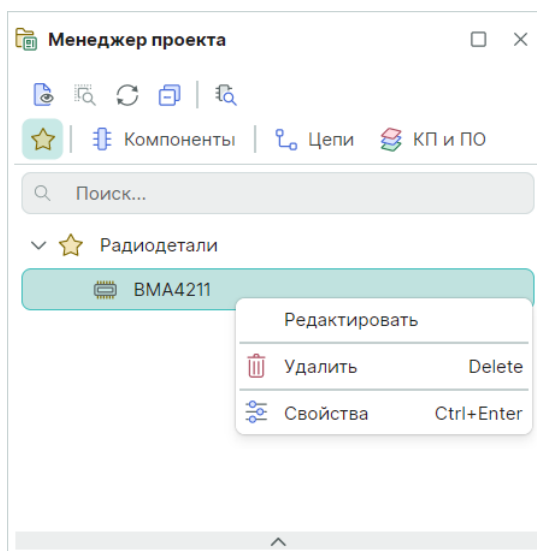

Рис. 49 Действия с компонентом, доступные из контекстного меню
4. Выбранный компонент будет добавлен во вкладку «Избранное» панели «Менеджер проекта». Из контекстного меню для компонента будут доступны следующие действия, Рис. 49.